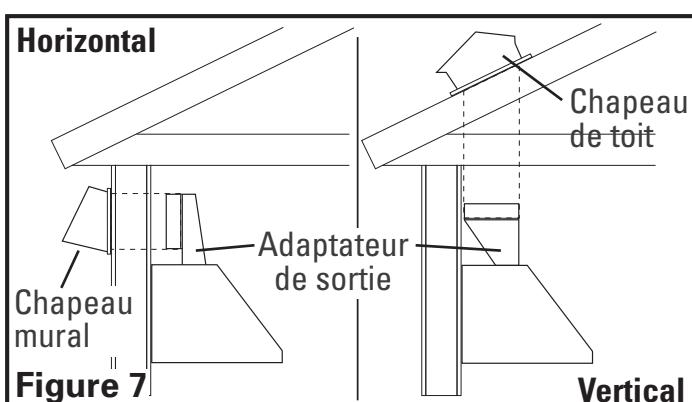

Figure 7
- Déterminer le type de conduits dont vous aurez besoin (Figure 7).
REMARQUE : Lorsque la terminaison du conduit est similaire à celle illustrée à la figure 7 (passant au travers du mur sur lequel la hotte est installée) l'installation requiert une considération spéciale. Dépendant de où les montants muraux sont situés, il peut être nécessaire de couper un montant mural ou plus et d'installer une chevêtre et une assise pour transférer la charge aux montants adjacents. Des montants additionnels pourraient devoir être bâties dans l'ouverture pour fixer la cloison sèche et pour fixer la hotte. Si vous rencontrez cette situation, Air King recommande que vous embauchiez un professionnel et que vous vous conformiez avec tous les codes du bâtiment applicables.